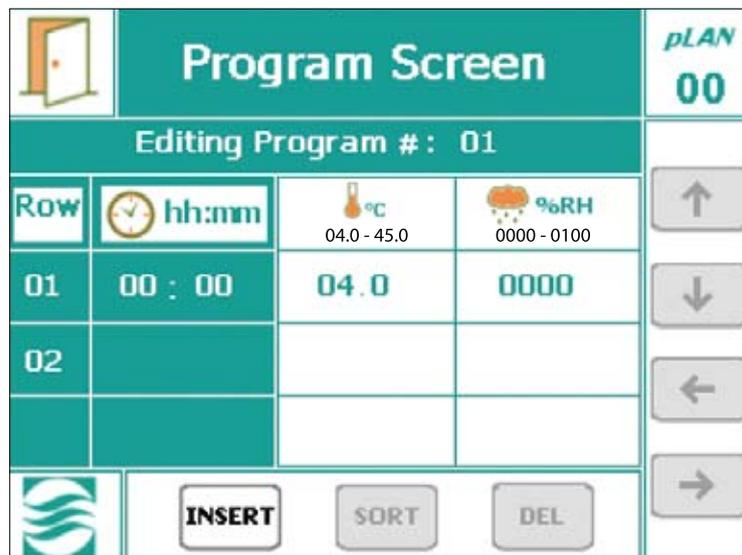

Figure 4-3 : Création d'une phase
2. Appuyez sur le numéro de ligne 01 du programme pour créer la première phase (figure 4-3).